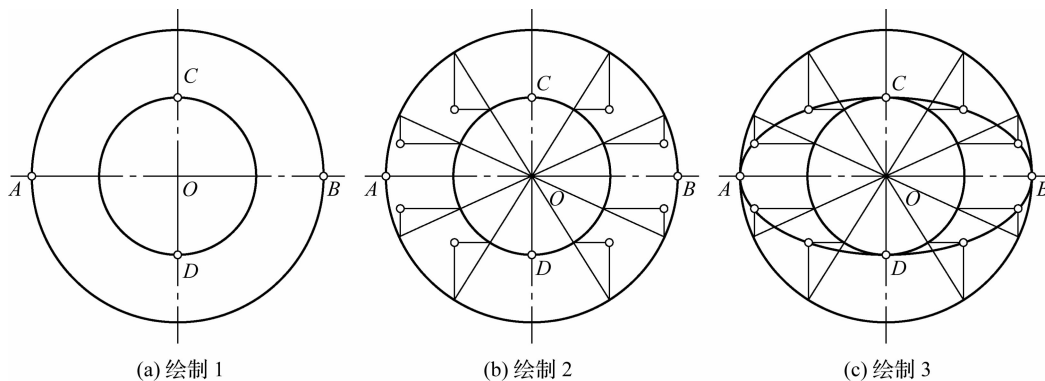

图 1-1-15 同心圆法绘制椭圆
同心圆法是椭圆的一种**精确画法**。已知条件为椭圆的长轴与短轴,要求绘制椭圆,作图过程如图 1-1-15 所示。
(1)以椭圆长半轴及短半轴为半径画圆,如图 1-1-15(a)所示。
(2)过中心 O 作直线,分别与两圆相交,由各射线与大圆的交点画垂直线,与小圆的交点画水平线,它们的交点即为椭圆上的点,如图 1-1-15(b)所示。
(3)正确使用曲线板将这些点逐段连接成椭圆,如图 1-1-15(c)所示。